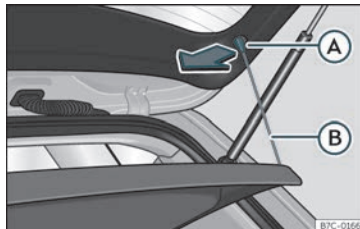

Fig. 109 Na bagageira: desmontar e montar a chapeleira.
- Desengate os tirantes de fixação >>> **Fig. 109** (B) dos alojamentos (A).
- Engate os tirantes de fixação >>> **Fig. 109** (B) na porta da bagageira.